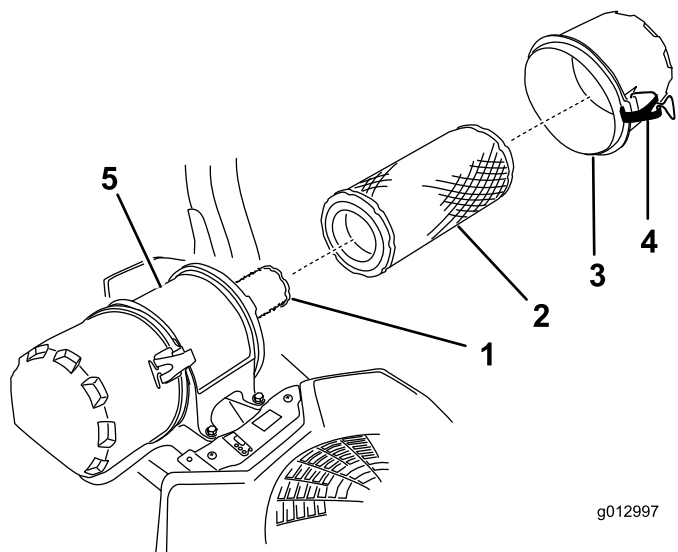

Figura 65
6. Abra los cierres del limpiador de aire y tire de la tapa de la entrada de aire para separarla del cuerpo del limpiador de aire (Figura 65).
8. Extraiga con cuidado el filtro primario de la carcasa del limpiador de aire (Figura 65).
2. Si va a cambiar el filtro de seguridad, deslícelo cuidadosamente en el cuerpo del filtro (Figura 65).
3. Deslice cuidadosamente el filtro primario por encima del filtro de seguridad (Figura 65).
4. Instale la tapa del limpiador de aire y fije los cierres (Figura 65).